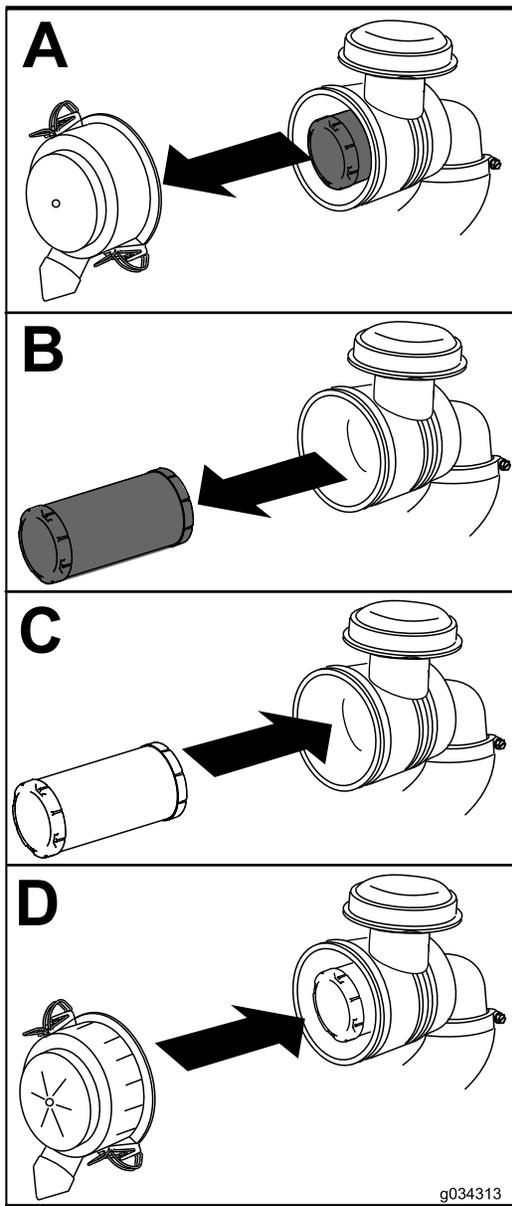

图 37
1. 将空气滤清器滤芯轻轻从空气滤清器壳体中滑出图 37。
4. 安装空气滤清器盖使所示一方上朝上并固定门锁图 37。